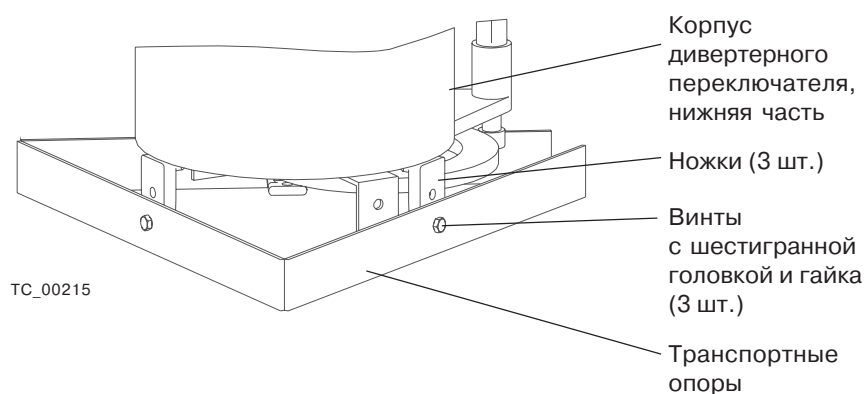

Рис. 5.
4. Поднимите корпус дивертерного переключателя за подъемные проушины и снимите транспортные опоры. У избирателя ответвления размера C снимите три ножки, см. Рис. 5.